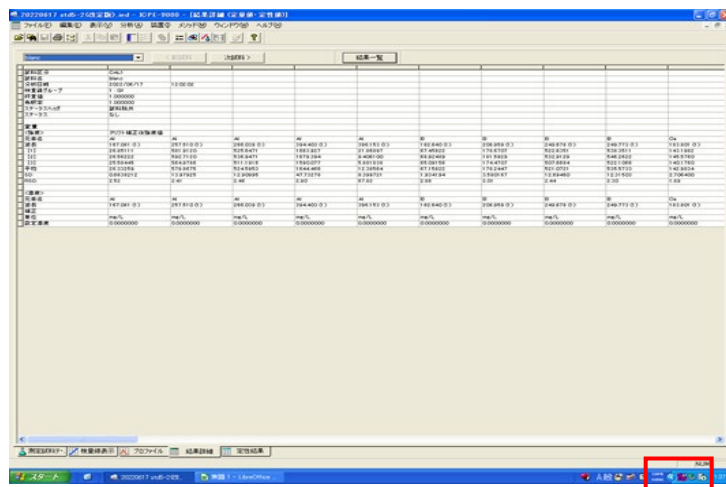

図 72
④ 画面を元にもどします (②同じように右上の真ん中をクリック)。図 72
⑤ 画面右下の「UWSC」アイコンを押すと